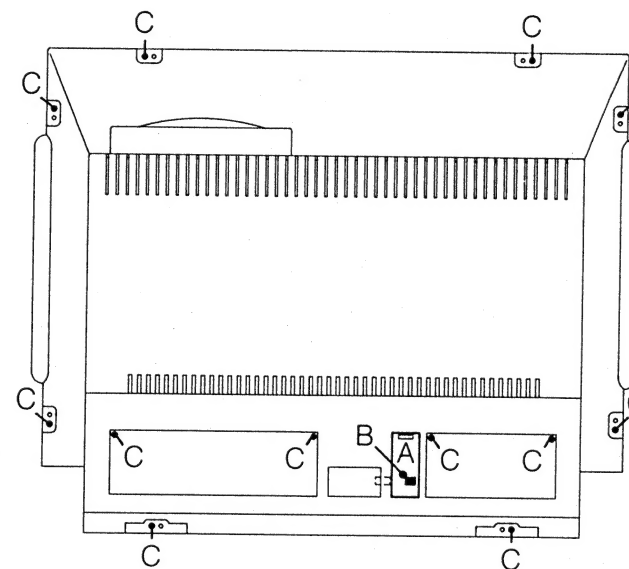

fig. 3.2
1. **Das Abnehmen der Rückwand (Abb. 3.2)**